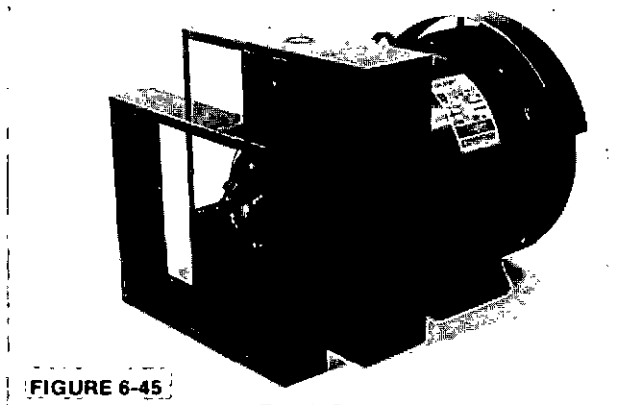

FIGURE 6-45
2. Sur les alternateurs équipés d'un PMG, monter l'extension de la boîte à bornes. (figure 6-45)